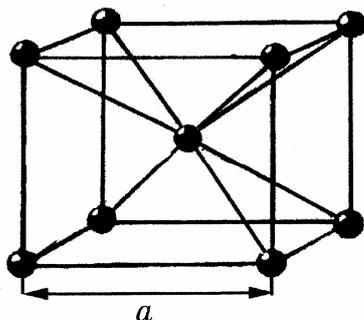

Рис. 1. ОЦК – объемно-центрированная кубическая решетка
1) объемноцентрированная кубическая – ОЦК (рис. 1),  $a$  – параметр решетки (расстояние между двумя соседними атомами, измеренное вдоль ребра). Такую решетку имеют металлы:  $Fe_{\alpha}$ ,  $Ti_{\beta}$ , Cr, Mo и др.;